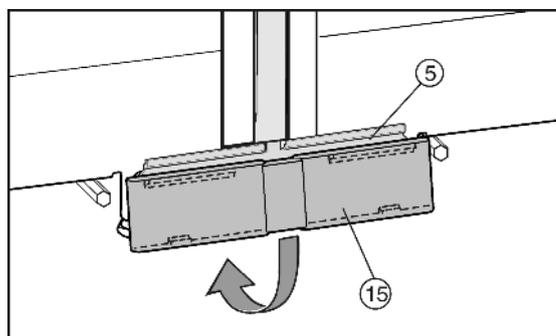

Fig. 11
- ▶ Насадите нижнюю крышку Fig. 11 (15) сверху на соединительный лист Fig. 11 (5) и зафиксируйте снизу.